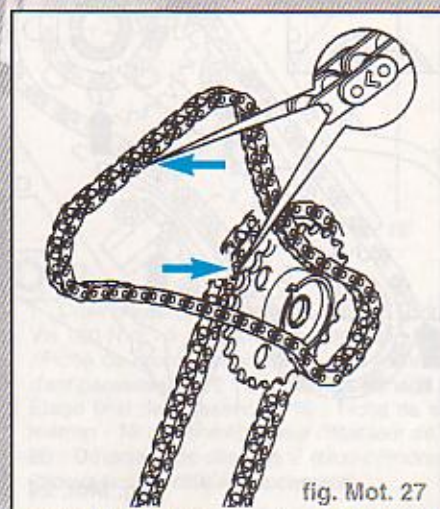

fig. Mot. 27
- Mettre en place la chaîne à rouleaux d'arbre à cames sur l'arbre intermédiaire (respecter le sens de rotation) (fig. Mot. 27).